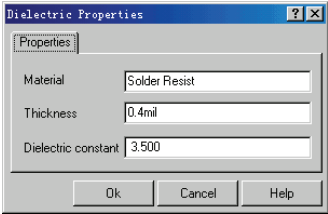

图 7-18 “Dielectric Properties” 对话框
- 如果用户想设置焊接属性，则可以分别单击“Top Dielectric”或“Bottom Dielectric”左边的按钮，系统会弹出如图 7-18 所示的“Dielectric Properties”对话框，此时刻分别设置顶层或底层的焊接绝缘属性。